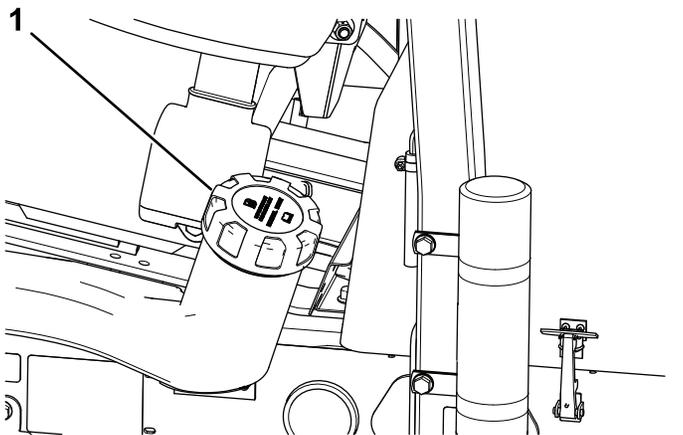

Рисунок 31
2. Очистите поверхность вокруг крышки топливного бака (Рисунок 31).